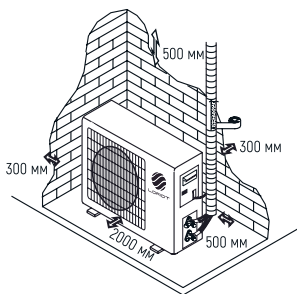

Рис. 6
5. Оставьте расстояние между прибором и какими-либо объектами, как показано на рисунке (Рис. 6), чтобы обеспечить свободную циркуляцию воздуха.